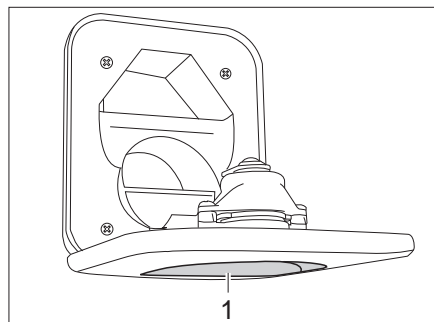

Bild 270 Frischwasser-Einfüllstutzen für Toilette
- Frischwasser-Einfüllstutzen für Toilette (Bild 270,1) oberhalb der Klappe für die Thetford-Kassette öffnen und nach unten schwenken.